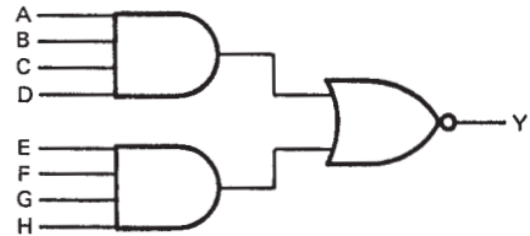

Figura 5. Circuito lógico implementado pelo CI SN74LS55 utilizado no exercício 3. (Diagrama obtido do datasheet)
a) O circuito da Figura 5 foi implementado utilizando 8 entradas de 1 bit e uma saída de 1 bit. O comportamento desse circuito é expresso em VHDL por: